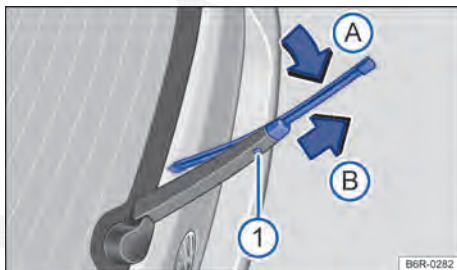

Fig. 187 Substituir a palheta do limpador do vidro traseiro.
- Manter pressionado a o botão de destravamento ⇒ Fig. 187 ①.
- Inclinar a palheta do limpador do vidro no sentido do braço do limpador do vidro ⇒ Fig. 187 (seta ①) e ao mesmo tempo retirar no sentido da seta ②. Para isto, poderá ser necessário um esforço maior.
- Introduzir a nova palheta do limpador do vidro traseiro **de mesmo tamanho e versão** no braço do limpador do vidro traseiro no sentido contrário da seta ②, até que ela se encaixe. Aqui a palheta deverá estar em posição dobrada (seta ①).